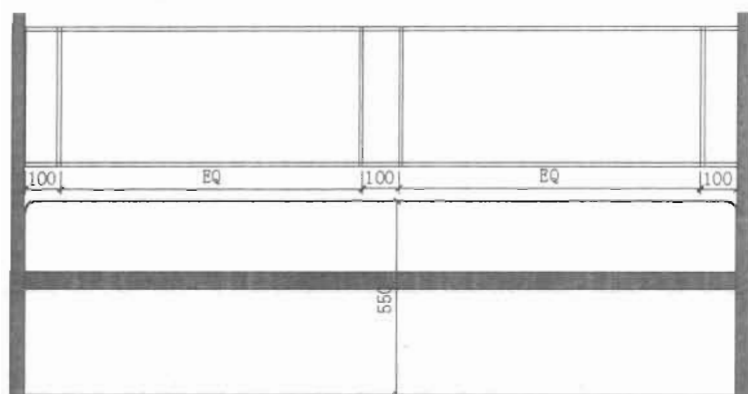

图 5-85
(9) 删除中间的线段, 然后单击“修改”工具栏中的“偏移”按钮, 将所有栏杆的线段偏移 10mm, 如图 5-85 所示。